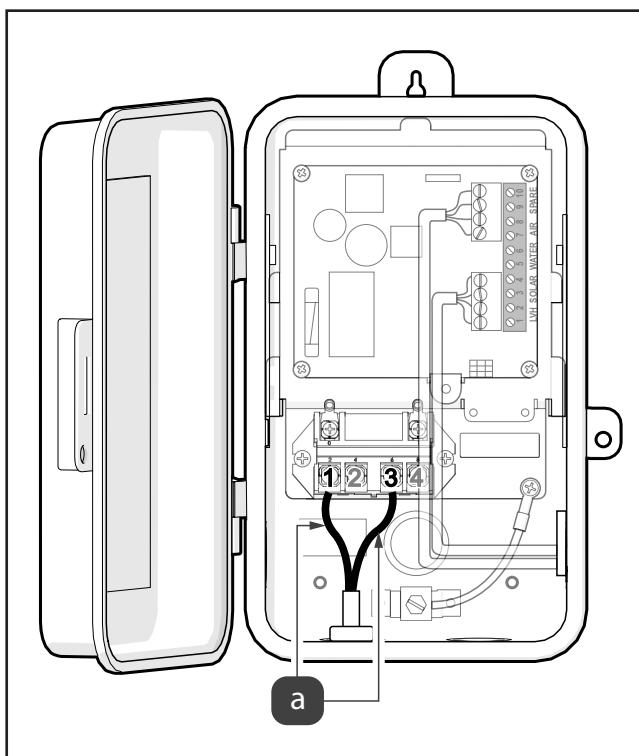

Figura 2. Conecte los cables de entrada
9. Conecte una entrada de ‘línea’ en el terminal 1 y la otra en el terminal 3; consulte la Figura 2 (a).